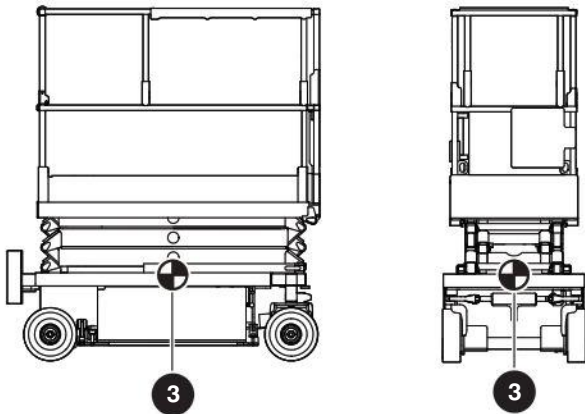

Figura 14 Centro de gravedad
Para obtener información sobre el peso de la plataforma aérea MEWP, consulte la Sección 7.3. Horizontalmente, el **centro de gravedad** ③ está ubicado aproximadamente en el centro de la plataforma aérea MEWP, de adelante hacia atrás y de un lado al otro. Consulte la Figura 14. Verticalmente, el centro de gravedad está aproximadamente a una corta distancia por encima del chasis.